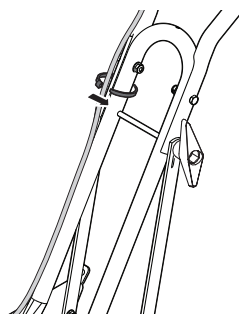

Figure 8
2. Faites passer le fil du côté droit, par l'extérieur du support du guidon inférieur et du support du levier. Fixez le fil de l'interrupteur au guidon et au support avec un attache-câble au dessus du boulon du bouton. Voir la Figure 8.